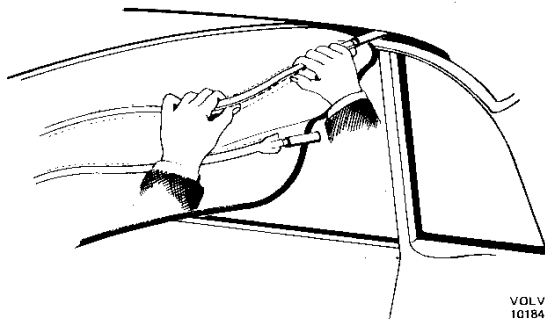

Abb. 64 Ausbau der Dachspiegel
4. Die Dachspiegel gemäß Abb. 64 in der Mitte nach unten durchbiegen und aus den Dachschweller